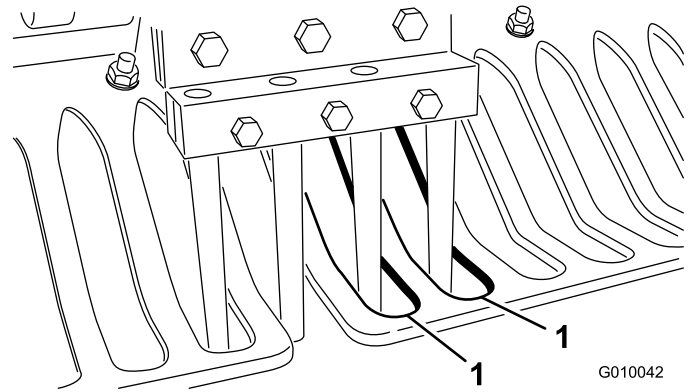

Bild 26
6. Stellen Sie sicher, dass die Tines mit der Mitte der Abstände in den Rasenschutzvorrichtungen ausgerichtet sind (Bild 26). Stellen Sie die Rasenschutzvorrichtungen ggf. ein und ziehen Sie die Muttern fest.